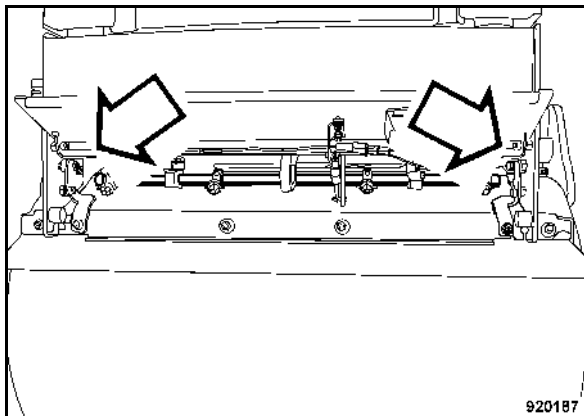

Fig. 151
- Ouvrir la trappe, vérifier les racleurs, les remplacer si nécessaires (Fig. 151).